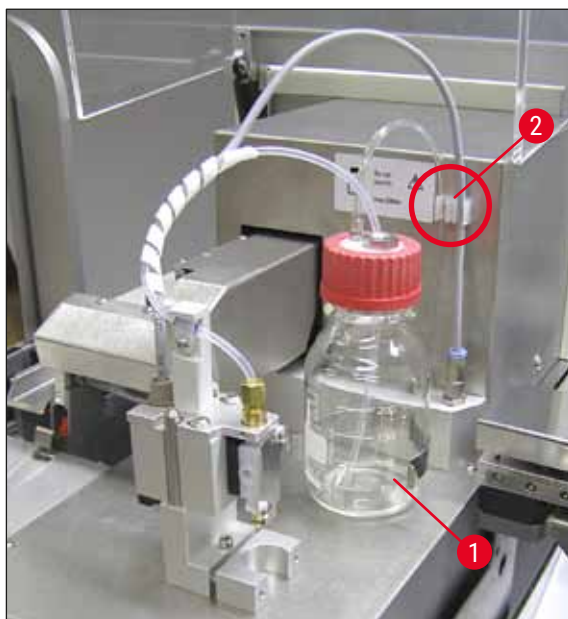

Fig. 12
6. Skru låget (→ Fig. 10-5) på medieflasken (→ Fig. 12-1), og sæt medieflasken i holderen (→ Fig. 12).